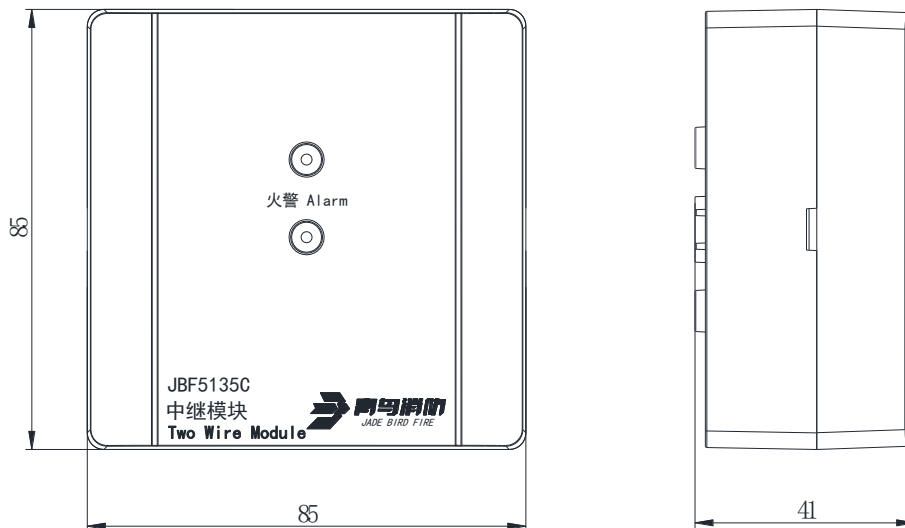

图 1 外形及安装尺寸图
- 布线施工后，通过预埋盒或使用膨胀螺栓将底座固定在墙上（使用 M4 螺钉），安装孔距为 60mm，外形及安装尺寸如图 1 所示（单位 mm）。